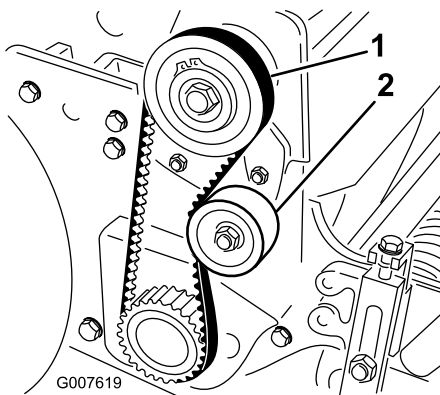

Figura 37
2. Compruebe la tensión presionando la correa en el punto intermedio entre las poleas (Figura 37) con una fuerza de entre 18 y 22 N. La correa debe desviarse 6 mm.
- A. Afloje la tuerca de montaje de la polea tensora y pivote la polea tensora en el sentido de las agujas del reloj contra la parte trasera de la correa, hasta obtener la tensión deseada (Figura 37).